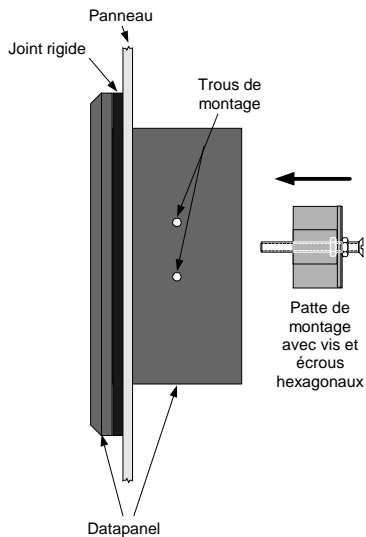

Figure 2-2. Montage du Datapanel, vue de profil
4. Insérer le Datapanel dans la découpe par l'avant du panneau, comme indiqué dans la Figure 2-2.